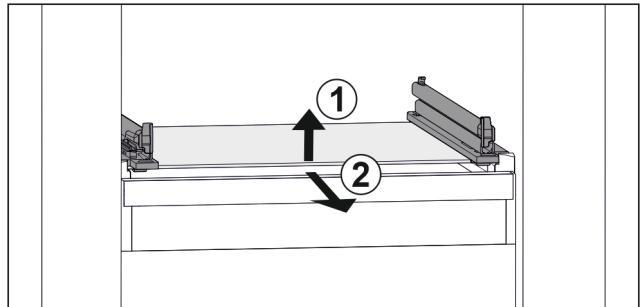

Fig. 139 Beispielhafte Darstellung der Glasplatte
- ▶ Glasplatte vorne anheben. Fig. 139 (1)
- ▶ Glasplatte nach vorne entnehmen. Fig. 139 (2)